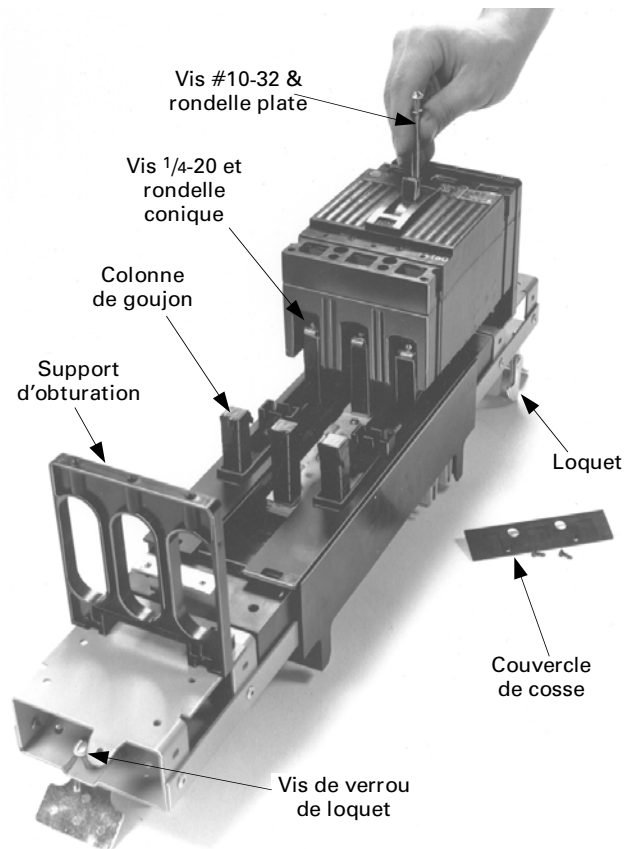

Figure 4. Installation du disjoncteur sur le module.
a. **Dispositifs de principal (cosses uniquement sur le côté ON du disjoncteur).** Placer le côté OFF du disjoncteur par-dessus les colonnes de goujons, comme montré à la Figure 4. Fixer le disjoncteur au module avec des vis  $1/4-20 \times 3/4$ " avec rondelles coniques et des vis #10-32  $\times 3/4$ " avec rondelles plates #10. Après que toutes les vis sont en place, serrer les vis  $1/4-20$  à 40–50 lb.-po. et les vis #10-32 à 25–30 lb.-po.
b. **Dispositifs de dérivation (cosses uniquement sur le côté OFF du disjoncteur).** Retire le couvercle de cosse, s'il y en a un. Placer le côté ON du disjoncteur par-dessus les colonnes de goujons, comme montré à la Figure 4. Fixer le disjoncteur au module avec des vis  $1/4-20 \times 3/4$ " avec rondelles coniques et des vis #10-32  $\times 3/4$ " avec rondelles plates #10. **Ne pas** retirer le capuchon protecteur ou le ruban isolant de la portion supérieure des colonnes de goujons à moins qu'un disjoncteur doit être installé dans cette position. Après que toutes les vis sont en place, serrer les vis  $1/4-20$  à 40–50 lb.-po. et les vis #10-32 à 25–30 lb.-po. Replacer le couvercle de cosse, s'il y en a un.